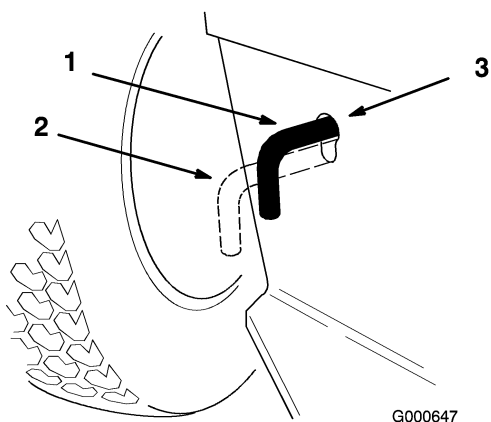

Figura 27
2. Spostate l'asta di comando della trazione in posizione Push (spingere). Il sistema di trazione è disinserito, e le ruote girano liberamente (Figura 27).
Spostate l'asta di comando della trazione in posizione di funzionamento (Figura 27).